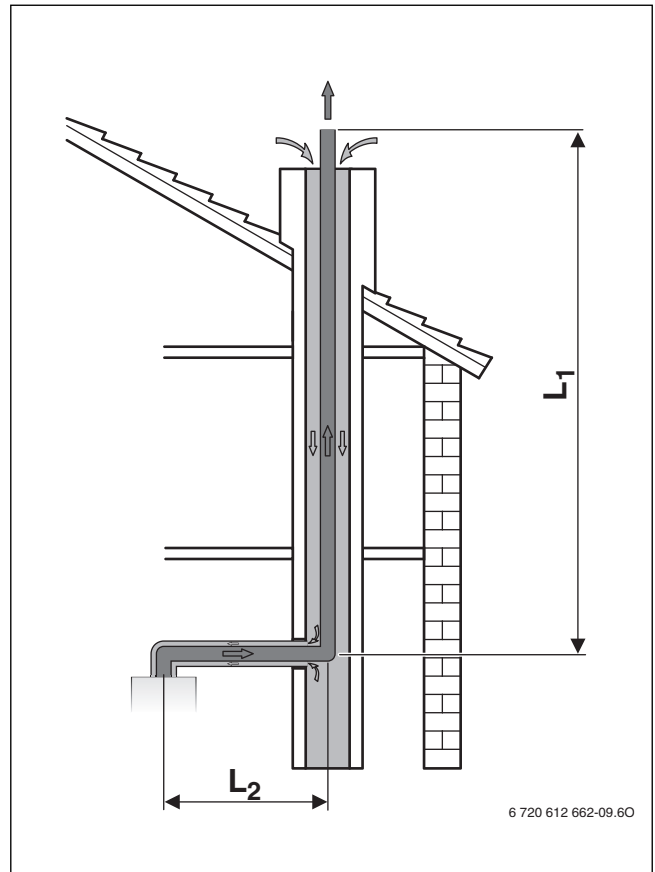

Bild 11 Abgasführung im Schacht nach C_{93x}
- Wenn die Verbrennungsluftzufuhr durch den Schacht im Gegenstrom erfolgt (→ Bild 11), muss der Schacht gereinigt werden.